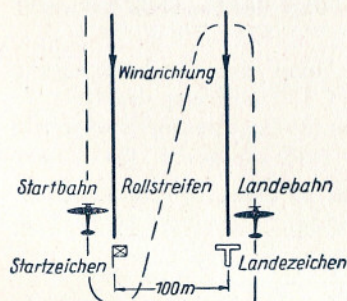

Abb. 37. Einteilung des Rollfeldes in Flughäfen.
Sollen Luftfahrzeuge an einer bestimmten Stelle aufsetzen, so ist diese durch ein gut sichtbares Landezeichen (T) zu bezeichnen. Startflagge und Landezeichen müssen mindestens 100 m voneinander entfernt und so angeordnet sein, daß dadurch das Rollfeld — gegen den Wind gesehen — in drei Bahnen geteilt ist: links von der Startflagge die Startbahn, rechts vom Landezeichen die Landebahn und dazwischen der Rollstreifen (Abb. 37).